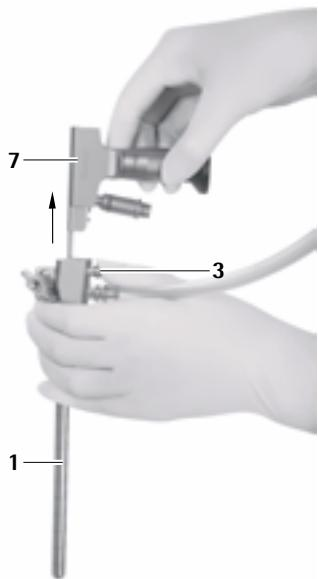

Fig. 11
- Premir o botão de desbloqueio **3** e puxar o endoscópio **5** para fora do trocarte MINOP inVent **1**, ver Fig. 11.